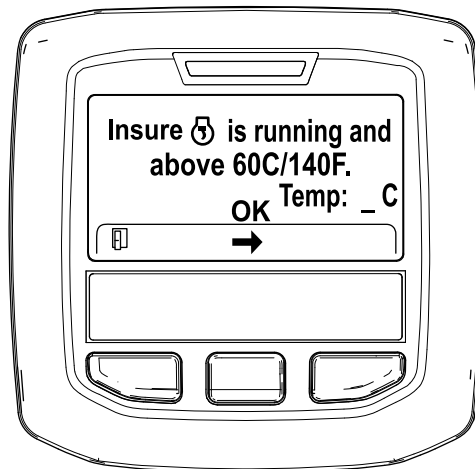

Figura 33
5. Si la temperatura del refrigerante se encuentra por debajo de 60 °C aparece el mensaje "Insure is running and above 60C/140F" (Asegúrese de que está funcionando y por encima de 60 °C/140 °F). (Figura 33).